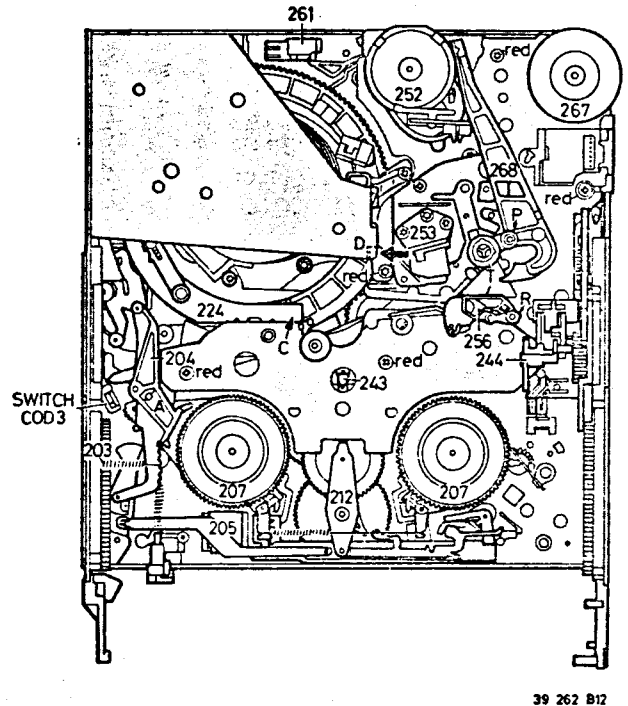

Fig. 3-1-8
- Feder aushängen - Pos. 203 (Abb. 3-1-8)
- Die Oberplattenbefestigungsschrauben (rot) losschrauben. 4 x Plastite-Schrauben, 1 x Taptite-Schrauben (Abb. 3-1-8).